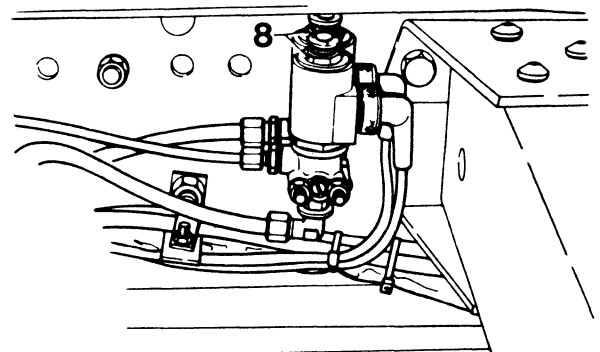

Fig. 3
Het is mogelijk om beide kleppen samen te bouwen en één gemeenschappelijke luchttoevoerleiding te monteren. Daartoe worden de pluggen 4 en 6 verwijderd. Met de tule 7 worden de nu ontstane boringen 4 en 6 luchtdicht op elkaar aangesloten, als de twee kleppen samen tegen het chassis worden vastgezet (Fig. 3).
3. Als de elektrische aansluiting van de klep(pen) niet gunstig uitkomen, kan de moer 8, (Fig. 3) op de kop van de klep worden gelost en de spoel worden verdraaid, waarna de moer weer moet worden vastgezet.